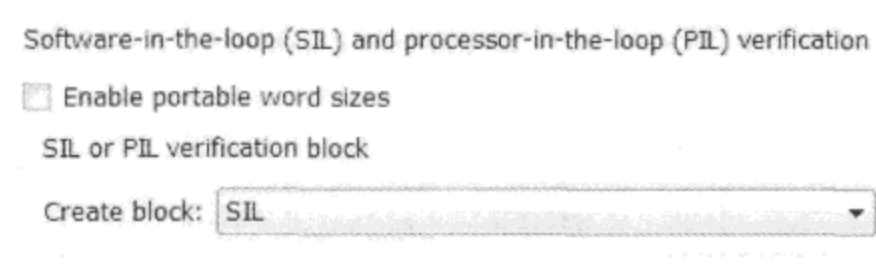

图 5.3.58 选择 SIL 选项
(3) 生成 SIL 模块。在 Real-Time Workshop→SIL and PIL Verification 面板的 Create block 下拉列表,选择 SIL 选项,如图 5.3.58 所示。